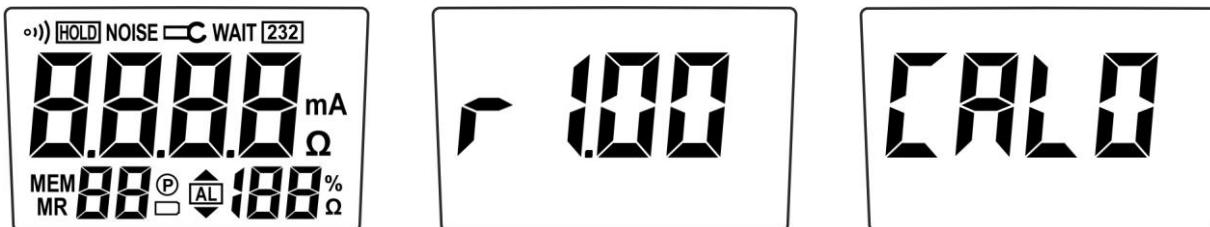

Fig. 3: Sequência dos ecrãs apresentados no display ao ligar o instrumento
- O ecrã com todos os símbolos no display (ver Fig. 3 – parte esquerda)
- O ecrã com a versão do firmware carregado (ver Fig. 3 – parte central)
- O processo de calibração mostrando uma contagem decrescente que parte de “CAL.9” e chega a “CAL.0” (ver Fig. 3 – parte direita).